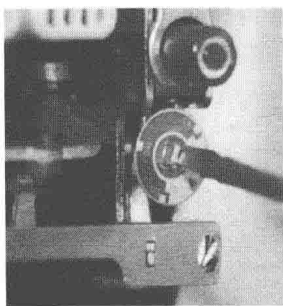

图 1-5 调整整定电流
① 热脱扣器的整定电流要与所控制负载的额定电流不一致，否则，应进行人工调节，如图 1-5 所示。
② 电磁脱扣器的瞬时整定电流应大于负载电路正常工作时的工作电流。对于电动机来说，瞬时整定电流一般取大于等于 1.7 倍的电动机启动电流。